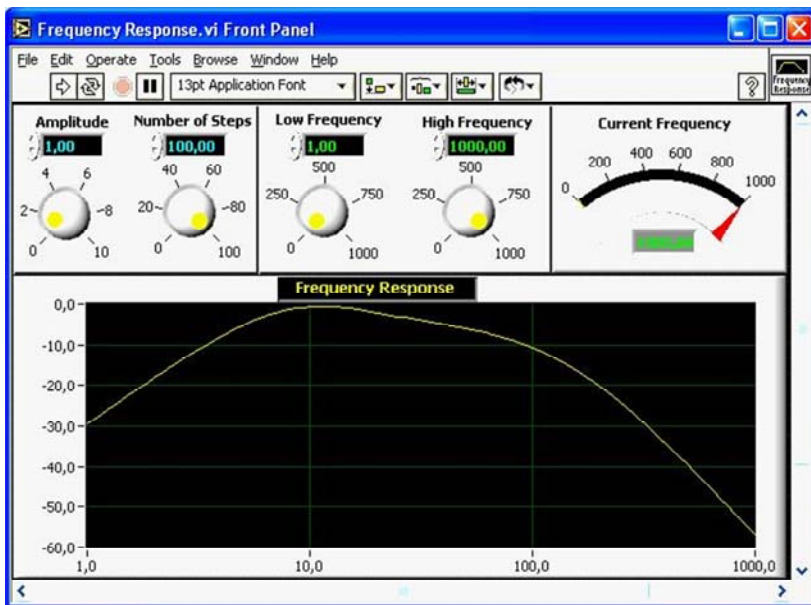

Рис. 1.5. Частотный анализ
3. Перейдите на закладку Browse (Обзор). Отметьте пункт Directory Structure. Выберите Apps, Freqresp.Ib и дважды щелкните на Frequency Response.VI (Частотная характеристика). Появится лицевая панель ВП Частотный анализ (рис. 1.5).